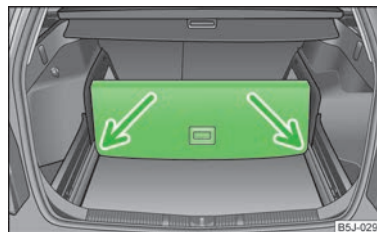

Fig. 50 Dividir el maletero con piso de carga variable
- Levantar la parte con fijación y asegurarla introduciéndola en las ranuras que vienen marcadas por medio de flechas » fig. 50.